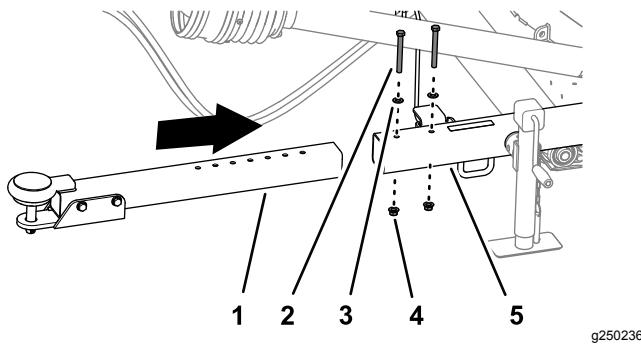

Figura 6
1. Retire las 2 contratuerca con arandela prensada, 2 tornillos de caperuza y 2 arandelas que fijan el tubo de enganche al tubo del receptor (Figura 6).